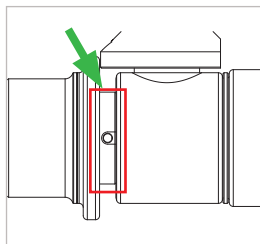

Figure 8
- ▶ Tournez le levier de commande (pos. 3) de 90° de position OFF en position ON. Vaporisez le lubrifiant une fois sur la zone marquée (Figure 8).